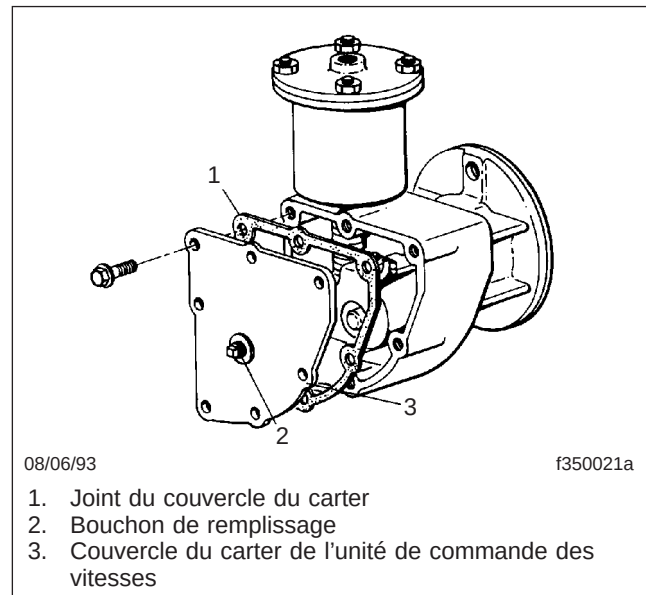

Fig. 5, Unité de commande des vitesses du pont à deux vitesses
1. Retirez le couvercle du carter de l'unité de commande des vitesses. Voir la **figure 5**. Videz et jetez le lubrifiant usé. Jetez le joint du couvercle du carter.